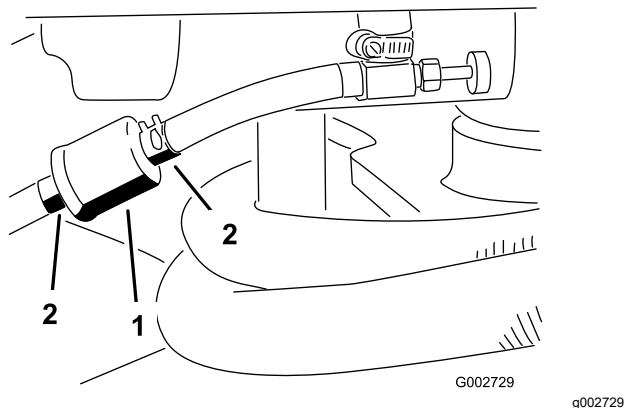

图 30
1. 关闭燃油切断阀拧松滤芯化油器侧的软管夹然后从滤芯上拔下燃油管线图 30。